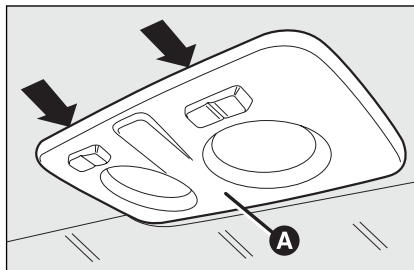
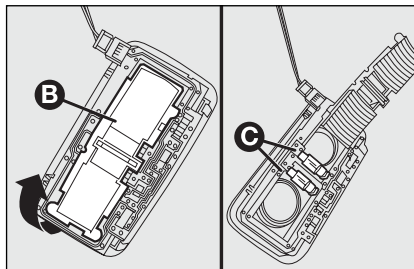

fig. 36
fig. 37
- maak het plafondlampje **A-fig. 36** op de door de pijlen aangegeven punten los;
- open het beschermdeksel **B-fig. 37**;
- sluit het beschermdeksel **B-fig. 37** en plaats het plafondlampje **A-fig. 36** in de zitting; controleer of het goed geborgd is.